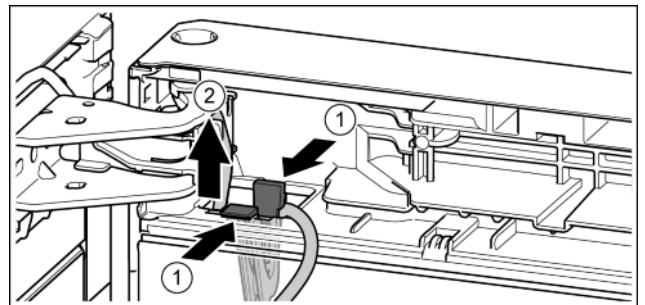

Fig. 21
- ▶ Lasche drücken. Fig. 21 (1)
- ▶ Kabelhalter mit daran befestigtem Kabel herausziehen. Fig. 21 (2)